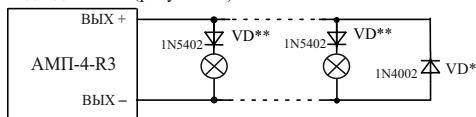

Рисунок 11
4.3.8 Если для подсветки в ОПОП применены не светодиоды, а другие светоизлучающие элементы, то в качестве обеспечения тока контроля целостности линии связи применяют диоды VD** (рисунок 11).